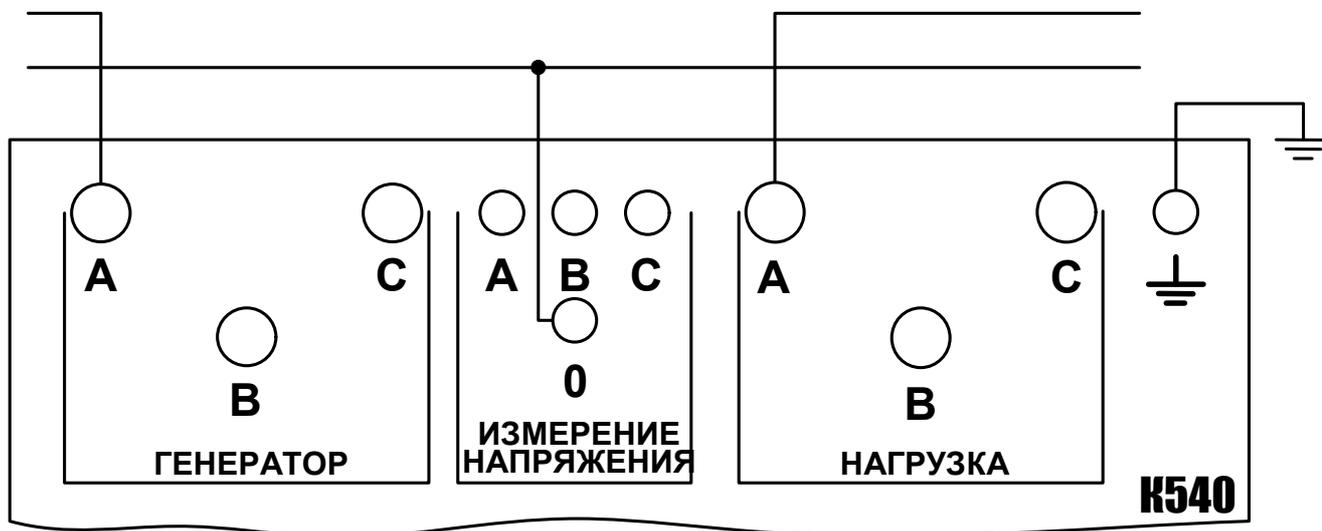

Рис. 2. Непосредственное измерение силы тока в однофазной сети.
6.1. Возможные схемы измерения силы тока, напряжения и мощности в однофазных и трёхфазных, трёхпроводных и четырёхпроводных цепях переменного тока приведены на рис. 2...6.